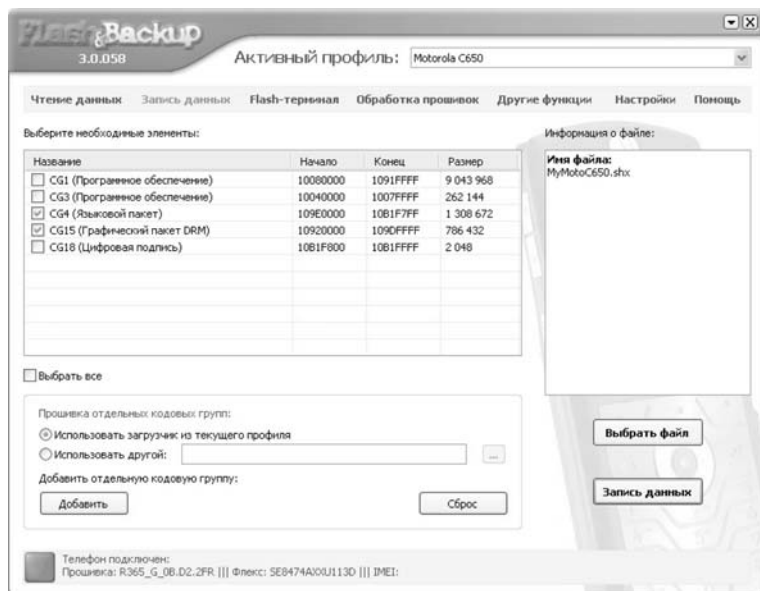

Рис. 2.22. Вкладка «Запись данных» программы Flash & Backup
1. Переходят на вкладку «Запись данных» (рис. 2.22).